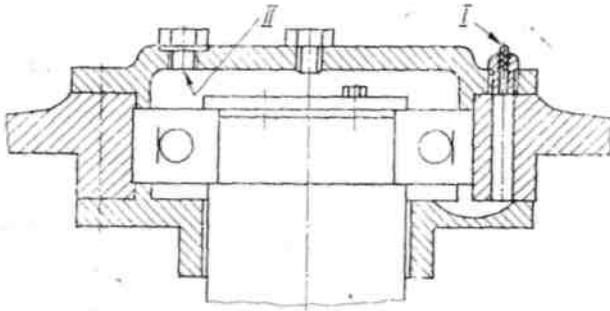

Рис. 1. Узел замены смазки:
12. Пополнить смазкой подшипники после 4 000 ч работы, но не реже одного раза в три года. Пополнение производить с помощью специального шприца через масленки, расположенные в верхней части подшипниковых камер, предварительно открыв пробки. Для выхода отработанной смазки в нижней части камер расположены резьбовые отверстия, плотно закрытые болтами пробками (рис. 1). Нагрев подшипников не должен превышать 120 °С. Шум подшипников при нормальной работе машины должен быть мягким и равномерным. При обнаружении перегрева или повышенного и неравномерного шума, переходящего в свист, стук, скрежет, подшипники осмотреть. Если обнаружены трещины, неравномерный износ или другие повреждения на поверхности шариков или колец, подшипник заменить запасным того же номера. Подшипники, применяемые для машин указаны в Таблице 6.